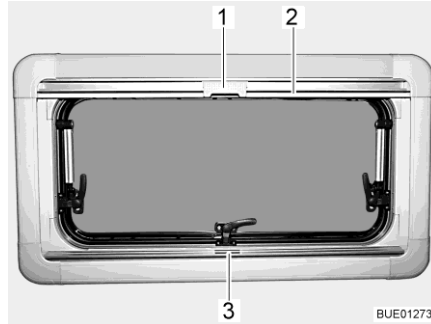

Fig. 102 Ventana abatible
- Sujetar el estor plegable por el centro del agarradero (Fig. 102,3), tirar de abajo a arriba y soltarla a la altura deseada. El estor plegable se queda fijo a esta altura.
- Tirar del agarradero de la mosquitera enrollable (Fig. 102,2) hacia abajo hasta que choque con el agarradero del estor plegable (Fig. 102,3).
- Bloquear el cierre (Fig. 102,1) de la mosquitera enrollable con el agarradero del estor plegable.
- Empujar hacia atrás el cierre (Fig. 102,1) de la mosquitera enrollable por arriba.
- Regresar la mosquitera enrollable lentamente en el agarradero (Fig. 102,2).